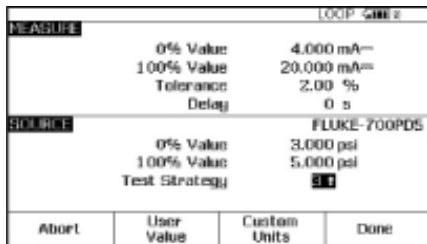

图 24.
8. 此时,按“**As Found**”,选择“**Instrument**”(仪表),然后按“**ENTER**”(确定),然后按图 24 所示填写模板。